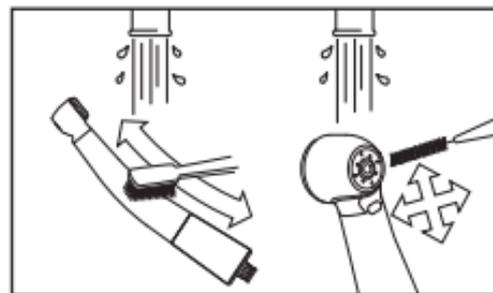

Fig. 17
- 1 Nettoyez les surfaces externes de la pièce à main avec une brosse à dents à poils doux pendant 15 secondes ou plus (Fig. 17).
- 2 Nettoyez autour du trou d'insertion de la fraise pendant 15 secondes ou plus, à l'aide d'une brossette interdentaire (fil d'épaisseur 0,7 mm) conforme à la taille 4 de la norme ISO 16409 (Fig. 17).